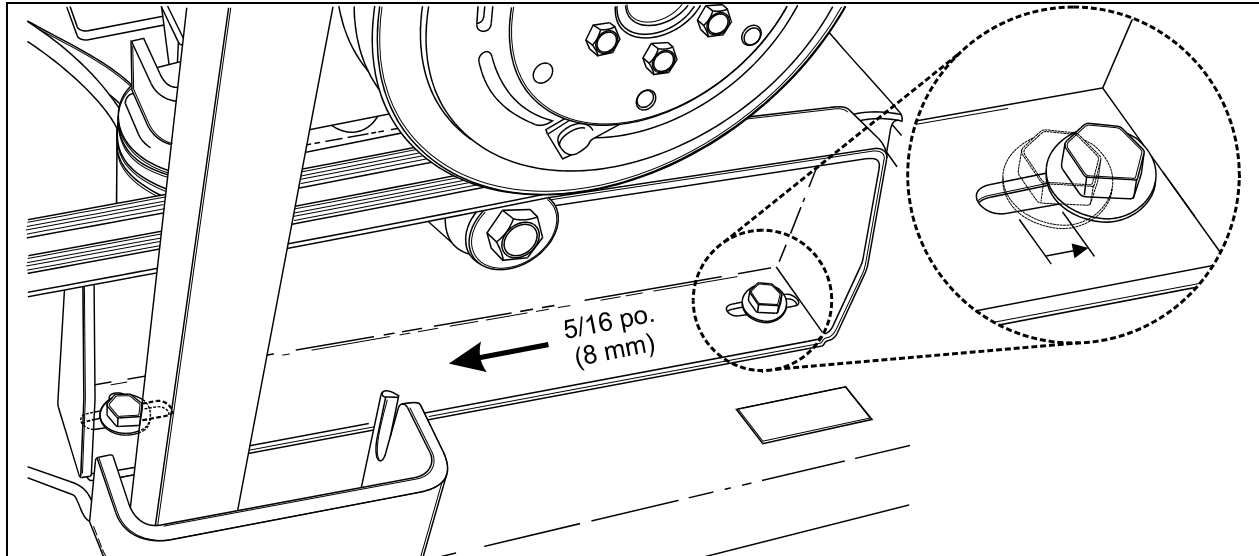

FIGURE 28: DÉPLACEMENT DU COMPRESSEUR VERS LE MOTEUR
6. Desserrer les écrous maintenant en place le support du compresseur du système CVC. Glisser l'ensemble support et compresseur de 8 mm (5/16 po.) vers le moteur. Si nécessaire, agrandir les fentes d'ajustement dans le support ou dans le châssis du véhicule (se référer à la figure 28).